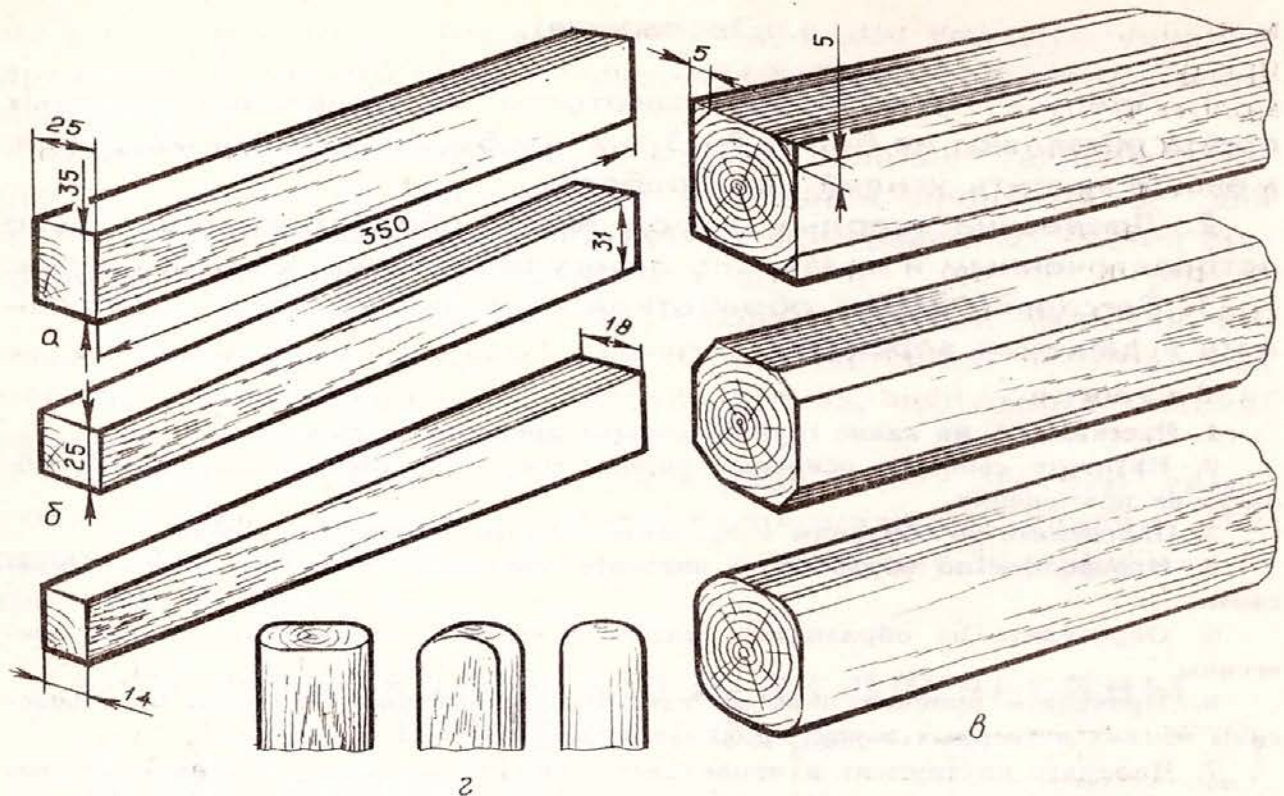

Рис. 51. Изготовление ручки для молотка:
3. Выпилить заготовку (рис. 51, а).
4. Выстрогать по размеру, указанному на чертеже. Сначала обработать широкую сторону, затем узкую и после разметки две оставшиеся стороны (рис. 51, б).
5. Придать заготовке овальное сечение, для чего после разметки выстрогать фаски и закруглить грани на глаз (рис. 51, в). Подогнать узкий конец ручки к отверстию молотка.
7. Обработать торец ручки. Сначала срезать углы стамеской, а затем скруглить их напильником (рис. 51, з).